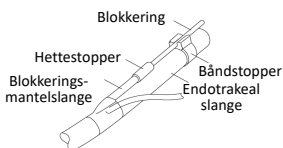

Fig.7
5. Vend pasienten på siden, sjekk blokkeringsmansjettposisjonen under bronkoskopien og fest blokkeringshåndtaket på endotrakealslangen ved hjelp av båndstopperen (Fig. 7).
2. Fest blokkeringen på båndstopperen på endotrakealslangen (Fig. 7).